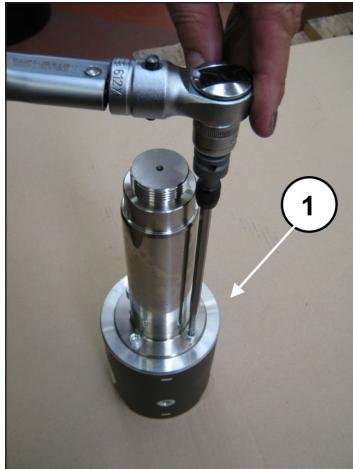

Abb. 43
Drehen Sie zum Trennen der Stange von der Kolbenführung die Zylinderkopfschrauben M6 mit dem entsprechenden Schlüssel ab (Pos. ①, Abb. 43).